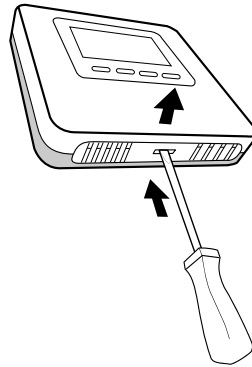

Fig. 11
- Separar la base de fijación del Sensor Ambiente ejerciendo una leve presión sobre la lengüeta de abajo (Fig. 11).